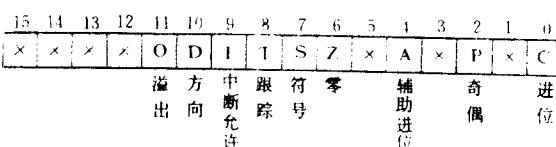

图 1-3 标志寄存器
标志寄存器 (IF) 在执行单元 EU 中，它由反映算术或逻辑操作结果特征的标志位组成，如图 1-3 所示。